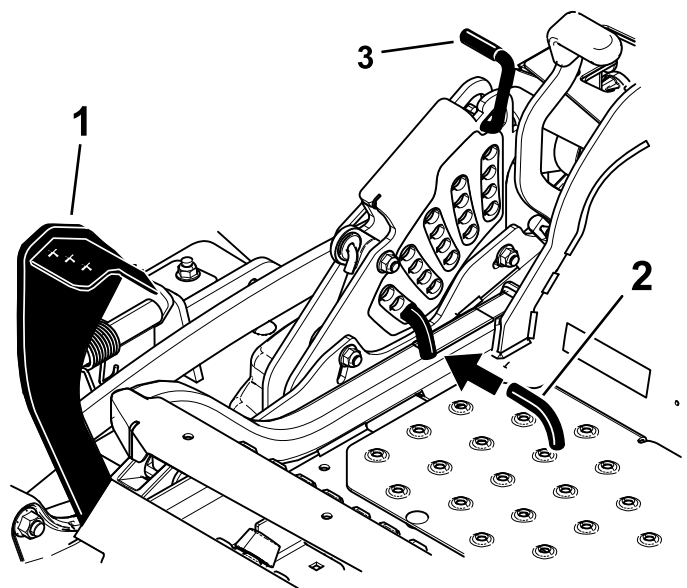

Figure 92
5. Enfoncez la pédale de levage du tablier de coupe au maximum pour verrouiller le tablier à la position **TRANSPORT** de 14 cm (5-1/2 po) (Figure 92).